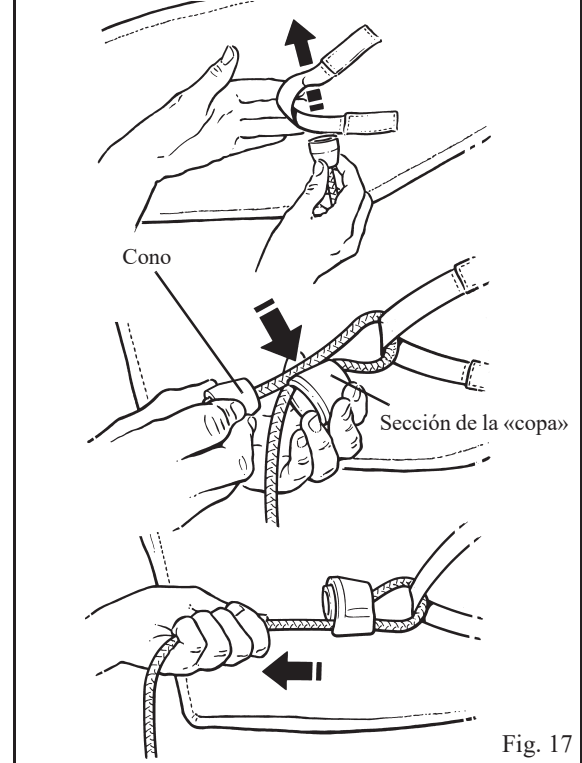

Fig. 17
**Advertencia:** Asegúrese de que el cono esté bien fijado dentro de la sección de la copa. (Véase la fig. 17)
Tome cada cable de fijación por turno y sujételo al arnés (véase la fig. 17).
1. Localice las correas de sujeción en cada lado del arnés y sujete los cables (observando el método Loop Lock, previamente ilustrado en la Fig. 17). Una vez sujetos correctamente, ajuste ambos cables por un igual para recoger el flojo, pero sin que tire del paciente hacia adelante.
2.  **Advertencia:** Bloquee los cables de fijación en sus cierres de retención (véase la fig. 17).